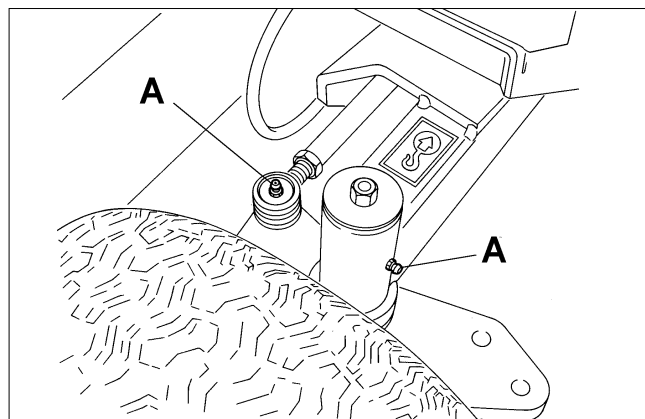

Fig.30A
- Rear axle stub pivots (A Fig 30A).
- (f) Perni del fuso dell'asse posteriore (A Fig. 30A)